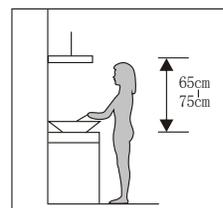

Рис. 3
- 2.1. От варочной поверхности до нижнего края вытяжки должно быть не менее 65-75 см (см. рис.3).